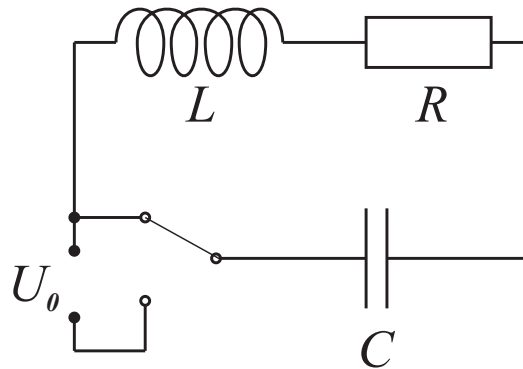
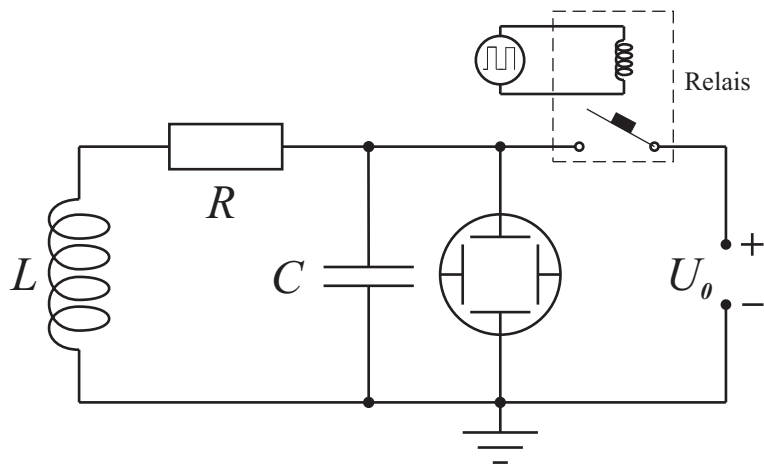

Abbildung 2.5: RLC-(Serien-)Schwingkreis
Abbildung 2.11: gedämpfter RLC-Schwingkreis mit periodischen Anfangsbedingungen
3. Der abgebildete RLC-Schwingkreis (Abb. 2.5) ist eine naheliegende Erweiterung des RC-Kreises.
Beachten Sie die Unterschiede in den Schaltungen in Abb. 2.5 und 2.11. Die Versuchsdurchführung deckt sich nicht mit der Lösung der Aufgabe 1, weil bei geschlossenem Reed-Relais (Abb. 2.11) Strom über Widerstand und Spule fließt. Beim Öffnen des Reed-Relais wird der Strom unterbrochen und es wird eine große Spannung  $U_{ind} \gg U_0$  induziert, deren Abklingen man beobachtet.